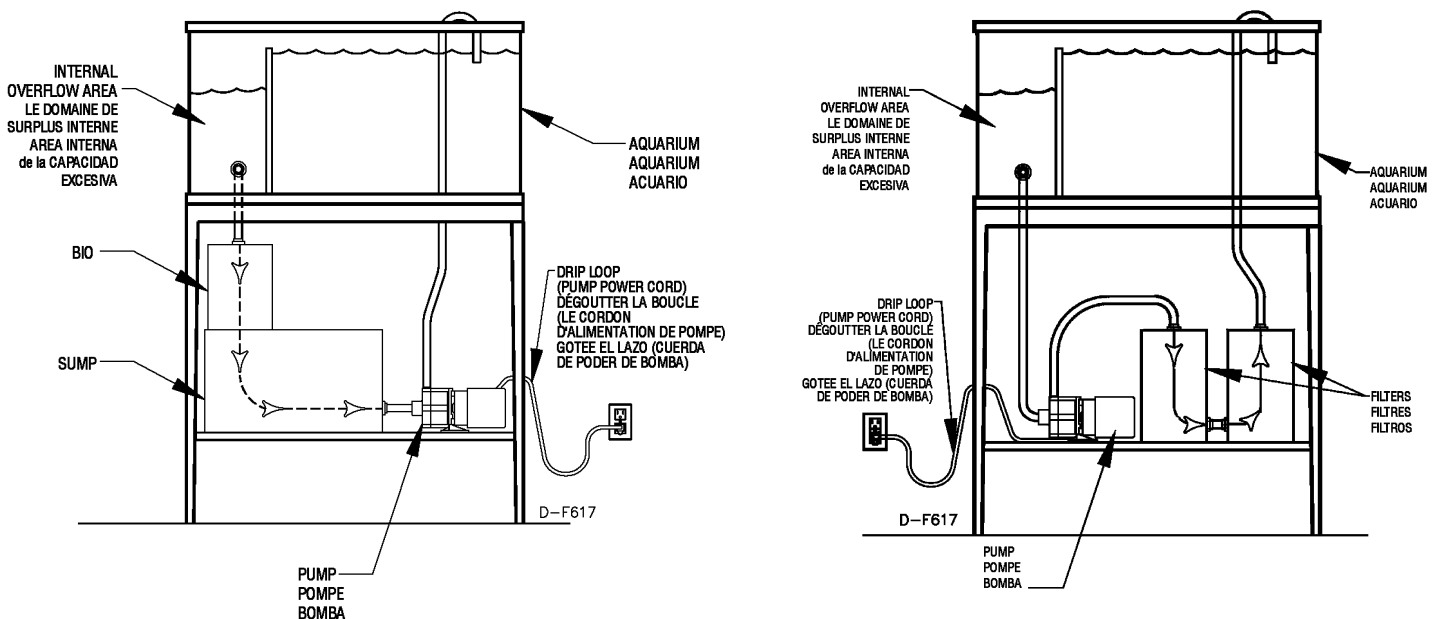

Figure 1 • Figure 1 • Figura 1
5. To avoid the possibility of the pump plug or receptacle getting wet, position aquarium stand and tank to one side of a wall-mounted receptacle to prevent water from dripping onto the receptacle or plug. Arrange a drip loop for each cord connecting an aquarium pump to a receptacle (Figure 1). The drip loop is that part of the cord below the level of the receptacle (or the connector if an extension cord is used) that prevents water from traveling along the cord and coming in contact with the receptacle. If the plug or receptacle does get wet, **DO NOT** unplug the cord. Disconnect the fuse or circuit breaker that supplies power to the pump. Then unplug and examine for presence of water in the receptacle.
5. Afin d'éviter toute possibilité que la fiche ou la prise de la pompe ne se mouille, positionnez le support et le réservoir de l'aquarium à côté de la prise murale. Ceci empêche le contact de gouttes d'eau avec la prise ou la fiche. L'utilisateur peut prévoir un "anneau de sécurité" dans chaque cordon reliant l'aquarium à la prise murale (voir Figure 1). L'anneau de sécurité constitue la partie du cordon qui se trouve au-dessous du niveau de la prise murale ou du connecteur si l'on utilise une extension. Cette mesure empêche le passage de l'eau le long du cordon et le contact de l'eau avec la fiche murale. Si la fiche ou la prise sont mouillées, **NE DÉBRANCHEZ PAS** le cordon. Débranchez le fusible ou mettez hors tension le disjoncteur qui fournit l'alimentation à la pompe. Débranchez ensuite le cordon et examinez-le afin de voir s'il y a de l'eau dans la fiche murale.